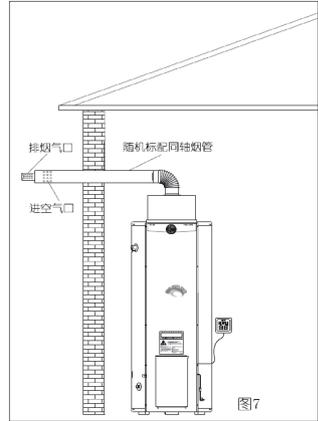

图7
- ◆ 排烟管安装好后应有向外低2度的坡度，以便冷凝水流出；排烟管上的排气孔和进气孔应伸至室外，并且周围不得有任何阻挡物堵塞，如房檐、墙体隔断等，必须保证排气和进气顺畅。如图7示。